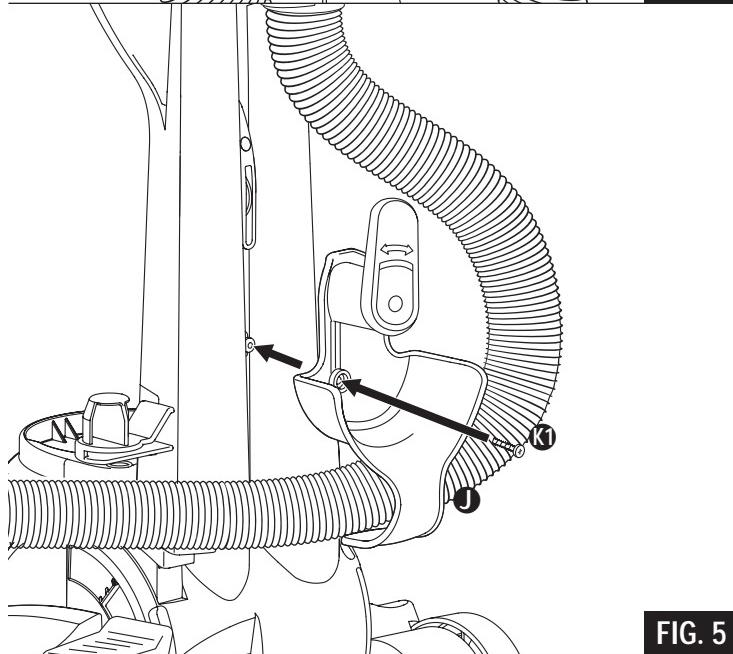

FIG. 5
Step 5: (FIG. 5) Thread the hose inside the lower hose retainer **J** and then attach the lower hose retainer to the rear housing with a short screw **K1**.
Étape 5. (FIG. 5) Insérez ce boyau dans le boyau inférieur **J**, puis fixez le boyau inférieur au boîtier arrière avec une vis courte **K1**.
Paso 5. (FIG. 5) Pase la manguera dentro del conjunto inferior del soporte de la manguera **J** y luego fije el conjunto inferior del soporte al alojamiento trasero usando un tornillo corto **K1**.